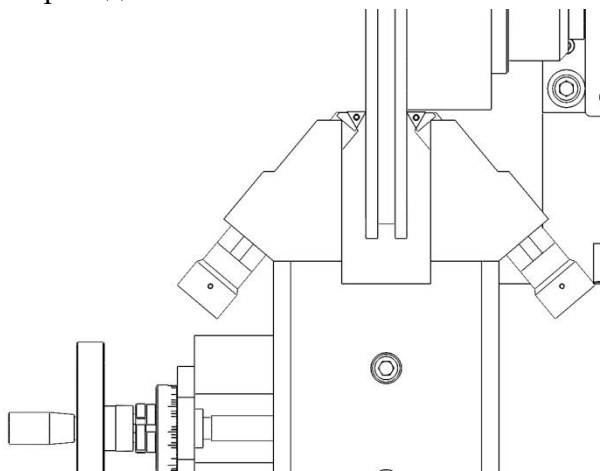

Рис. 8
7. Запустите станок и вручную поверните маховик подачи, чтобы удалить ржавчину или выпуклости. Обратите внимание, что наконечники не должны касаться ступицы тормозного диска. См. рис. 8 для справки.